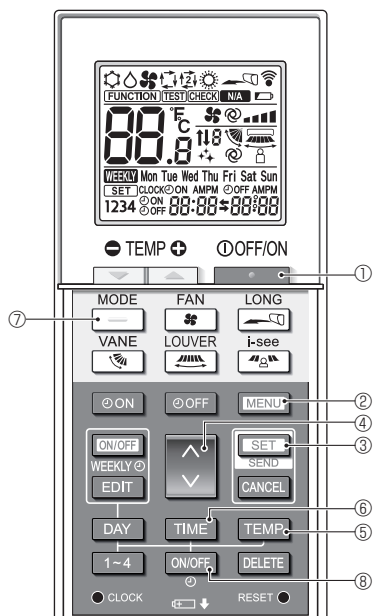

Fig. 4-10
1. Pulse el botón **STOP** (1) para detener el acondicionador de aire.
2. Pulse el botón **MENU** (2).
Se mostrará la pantalla de configuración de funciones y parpadeará el n.º de función (A). (Fig. 4-10)
- El N.º de función (A) parpadea. (Fig. 4-10)